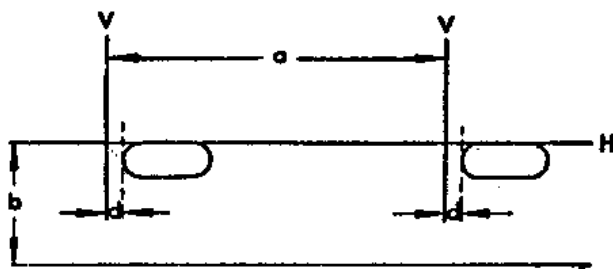

Bild 174
- a) Abstand zwischen Scheinwerfermittelpunkten (Maße wie Bild 174)
Scheinwerfer beim Einstellen auf Abblendlicht schalten. Das Fernlicht wird dann automatisch mit eingestellt. Einen der Scheinwerfer mit einer Decke abdecken und den anderen Scheinwerferstrahl senkrecht so einstellen, daß die Hell-/Dunkelgrenze auf der linken Seite sich links vom Einstellkreuz waagrecht auf der Einstelllinie und auf der rechten Seite des Einstellkreuzes schräg nach oben verläuft. Bei «Sealed-Beam»-Scheinwerfern sind die Strahlen vorschriftsmäßig ausgerichtet, wenn die Oberkante des Abblendlichtes genau auf der waagrecht verlaufenden Linie «H» in Bild 174 und die linken Ecken des Abblendlichtes 50 mm rechts von den senkrechten Linien «V» auftreffen.